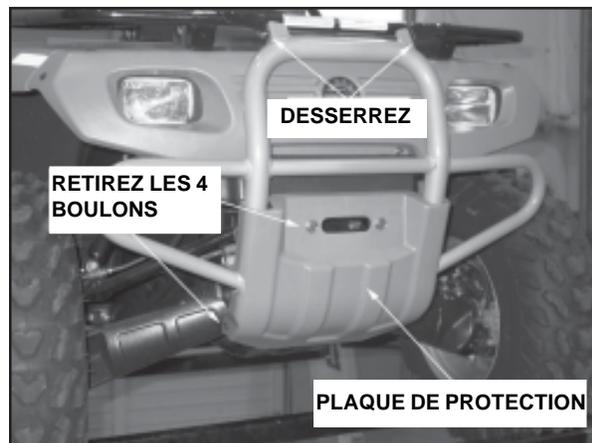

Figure 1
1. Desserrez, à l'aide d'une clé et d'une douille de 13 mm, les boulons supérieurs attachés au rack (laissez les écrous sur les boulons en gardant le pare-chocs gris attaché mais desserré). Retirez ensuite le pare-broussaille noir en plastique en dévissant les vis du bas à l'aide d'un tournevis Phillips et d'une clé de 10 mm. Retirez les boulons avant du pare-broussaille à l'aide d'une clé de 15 mm (**Figure 1**).